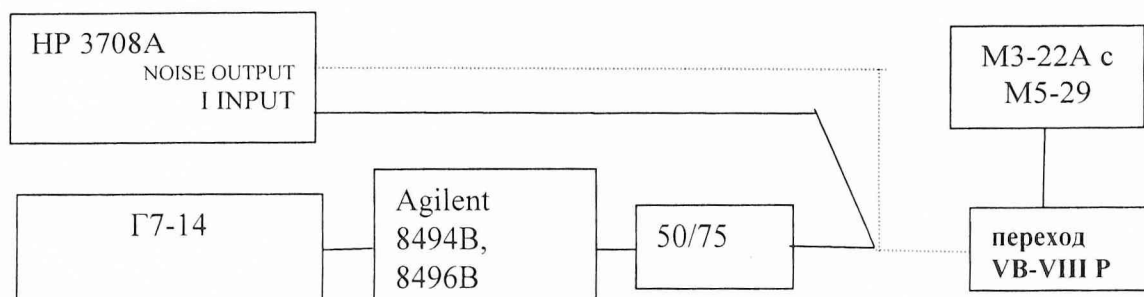

Рис. 5
1. Соединить приборы согласно рис. 5.